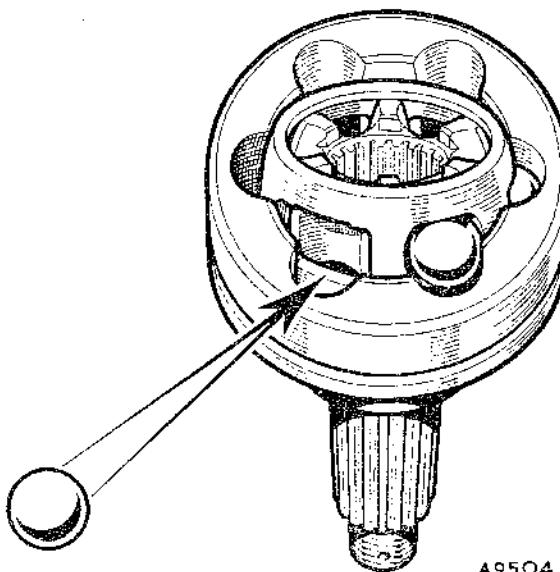

Fig. G.2
illo interior puede oscilar libremente. Inclinarlo hasta que salga una bola (Fig. G.2). Obsérvese que la jaula oscila en la mitad del anillo interior. Si la junta está pegajosa de grasa, las bolas se pueden sacar una a una con un útil de punta.
- (19) Centrar la jaula y el anillo interior en su posición original respecto a la caja acampanada (según se marcó antes de desarmar el conjunto).
- (20) Manteniendo esta relación entre las piezas, inclinar la jaula hasta que se pueda insertar una bola en una de las aberturas. Repetir esta operación con las bolas restantes (Fig. G.2).
- (21) Comprobar que el anillo interior puede oscilar libremente con la jaula dentro de la caja acampanada, cuidando de que no se salgan las bolas.
- (22) La junta se debe rellenar con el resto de la caja de grasa "Duckham's M-B" antes de insertar el palier.
- (23) Poner una funda de goma nueva si es necesario, untando su interior con grasa "Duckham's M-B". Tener mucho cuidado al pasar la funda por el